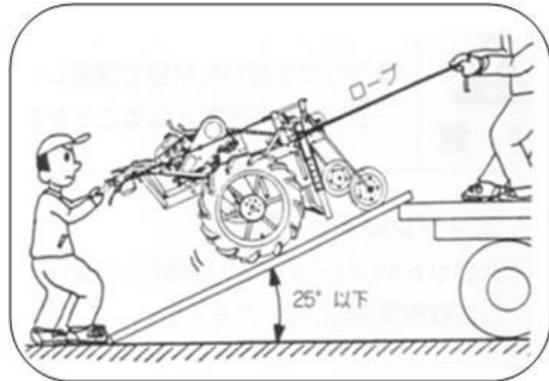

図12
- 1) 車への積み降ろしは歩み板の角度が25°以上急傾斜にならない丈夫な板を使用してください。(図12)
- 5) 本機は移動時にバランスが変わります。積み降ろし時は二人作業で、一人がロープ等で前方を引っ張って補助しながら行ってください。(図12)